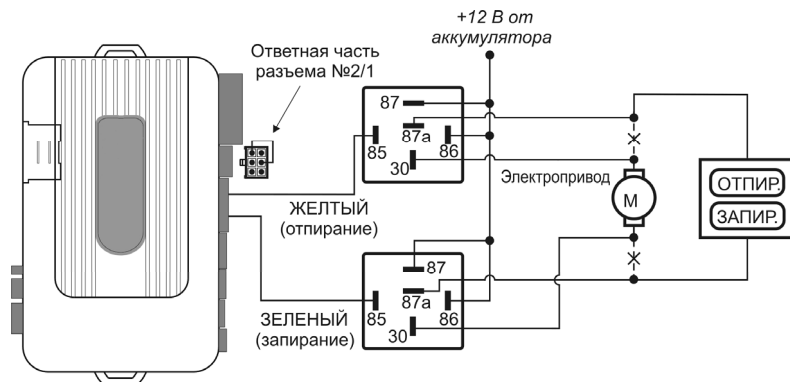

Рис. 2
- ♦ Подсоедините ЖЕЛТЫЙ и ЗЕЛЁНЫЙ провода системы (Разъём №3) к дополнительным реле согласно схеме (Рис.2):